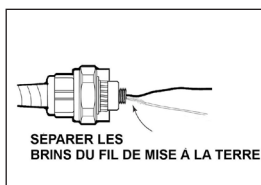

Figure 1b
- Séparer quelque peu les conducteurs isolés. Séparer les brins du conducteur de terre non isolé au besoin (Figure 1b).